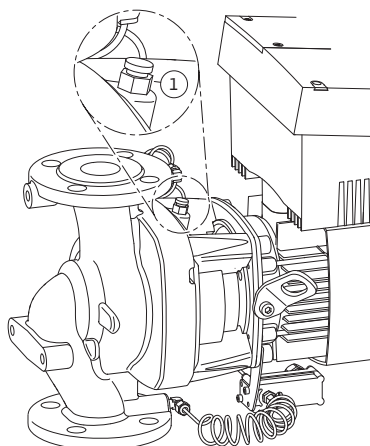

Fig. 49: Avluftsventil
6. Öppna avluftsventilen (fig. 49, pos. 1) för att göra pumpen trycklös.